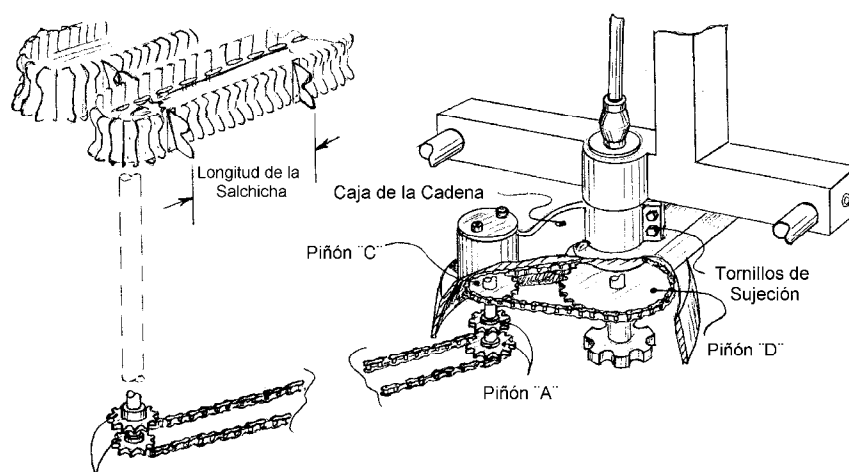

Figura No 1
1. Aflojar la cadena impulsora que está sobre los piñones "A" y "B", como se puede apreciar en la Figura No 1.